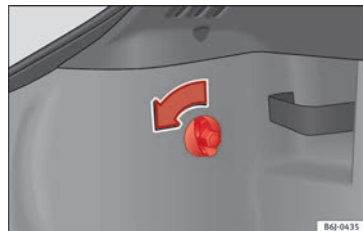

Fig. 195 Accesso ai fanali posteriori.
» fig. 195.
- Togliere il connettore dall'alloggiamento **A** » **fig. 195**.